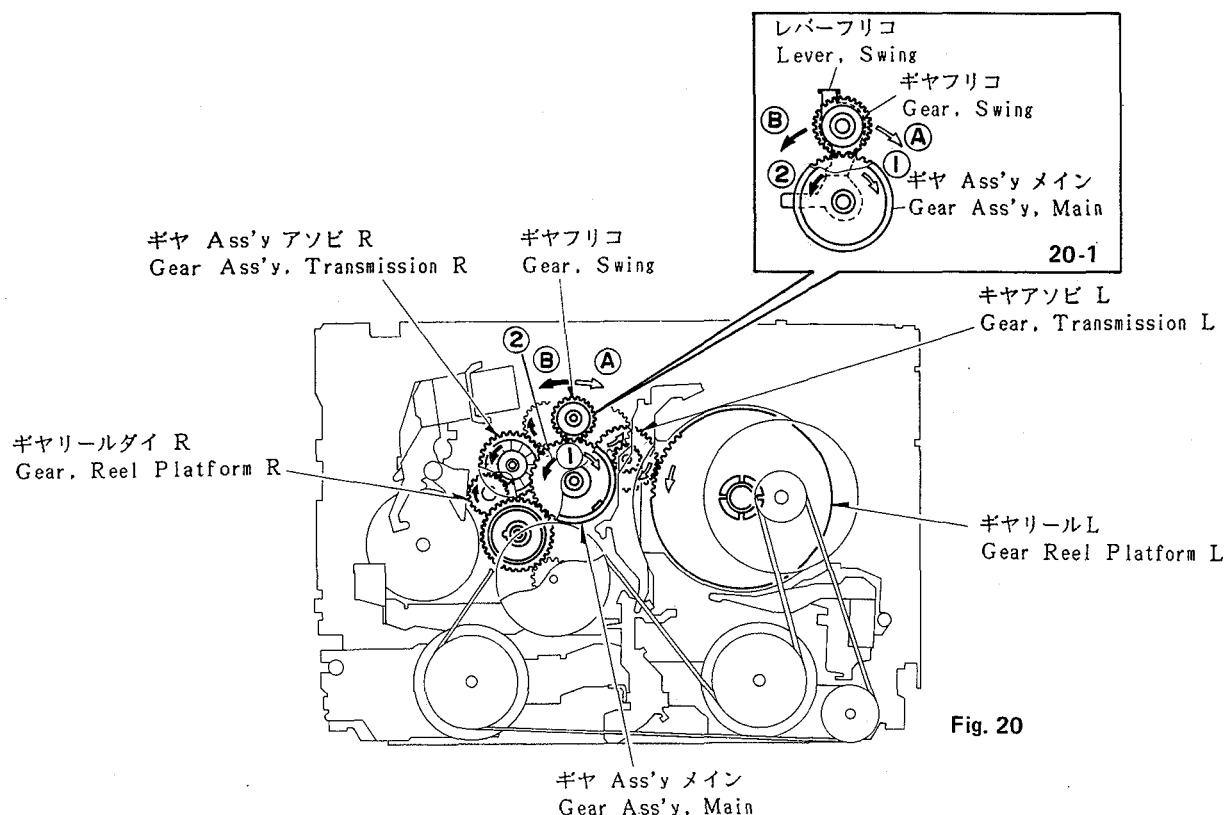

Fig. 20
- 1) ギヤ Ass'y メインが矢印①方向へ回転すると、レバーフリコは矢印 (A) 方向へ作動しギヤフリコとギヤアソビLが噛み合いギヤリールダイLを回転させます。(Fig. 20参照)
- 2) ギヤ Ass'y メインが矢印②方向へ回転すると、レバーフリコは矢印 (B) 方向へ作動しギヤフリコとギヤアソビRが噛み合いギヤリールダイRを回転させます。(Fig. 20参照)
(See Fig. 20)